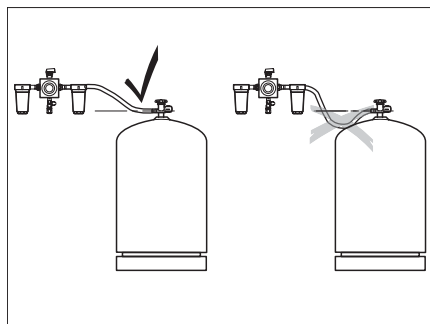

Fig. 87 Posa dei tubi flessibili ad alta pressione
- ▷ Nella posa dei tubi flessibili ad alta pressione verificare che i tubi siano sempre in pendenza verso l'alto (Fig. 87).